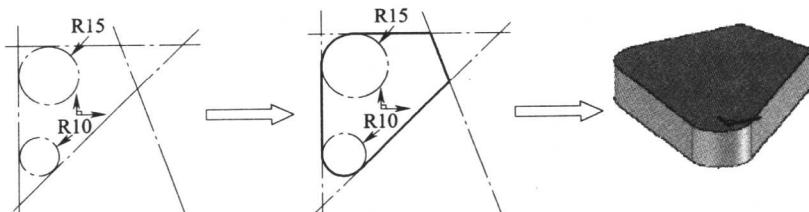

图 1-3 连接轮廓线
③通过连接轮廓线来创建，这种方式是通过连接多个与要创建模型的几何特征相关的一些基本图形单元（点、直线、圆等）来形成轮廓（如图 1-3 所示）。